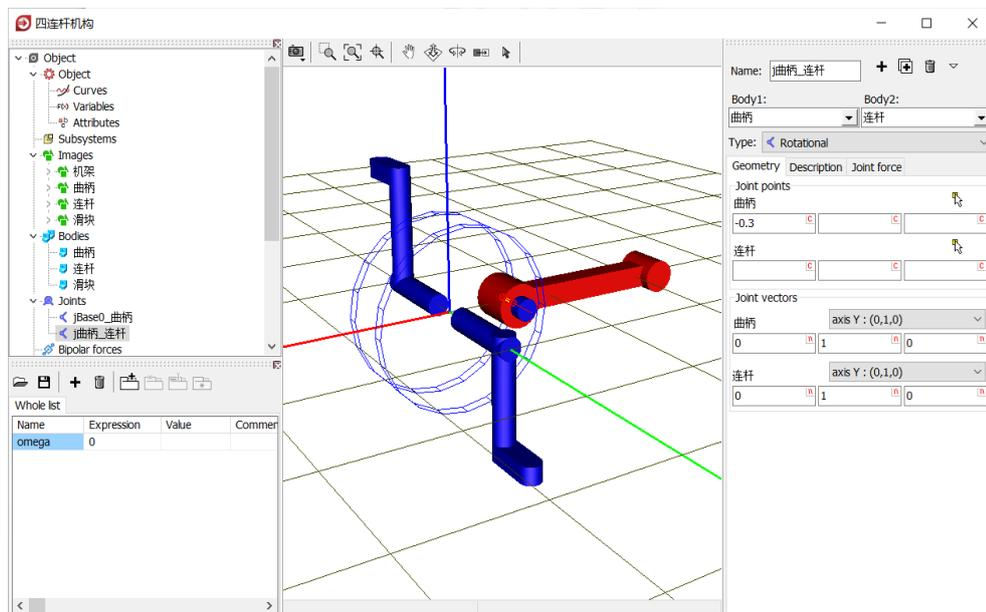

图 2-56
- 12) 创建第二个铰, **Body1** 选择**曲柄**, **Body2** 选择**连杆**, **Type** 选择 **Rotational**, **Joint points** 分别为 $(-0.3, 0, 0)$ 和 $(0, 0, 0)$, **Joint vector** 都选择 **Y** 轴, 如图 2-56。表示将连杆的原点与曲柄局部坐标系的点 $(-0.3, 0, 0)$ 重合, 连杆绕通过该点与曲柄局部坐标系 Y 轴平行的 Y' 轴可以转动, 并且连杆的 Y 轴与之平行 (重合)。